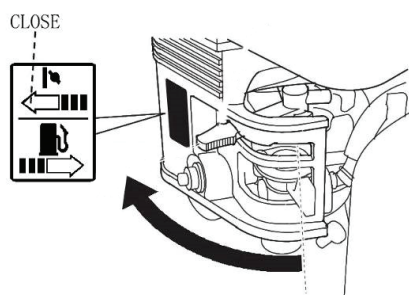

рис.9
- открыть топливный кран (рис.9) – крайнее правое положение – «ON»;
- установить рычаг управления воздушной заслонкой (рис.9) в крайнее левое положение - „закрыто“ при пуске холодного двигателя, или в промежуточное положение при прогревом двигателе;